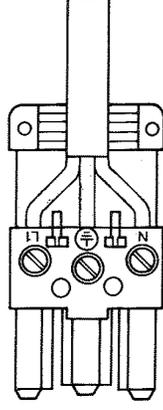

Abb. 1 Anschluß der Leitung von der Heizkreispumpe in Gegenstecker **20**
1. Heizkreis mit Mischer: Anschlußleitung der Heizkreispumpe des Heizkreises mit Mischer in Gegenstecker **20 A** entsprechend Abb. 1 anschließen.
Heizkreis ohne Mischer (falls vorhanden): Anschlußleitung der Heizkreispumpe des Heizkreises ohne Mischer in Gegenstecker **20 B** entsprechend Abb. 1 anschließen.